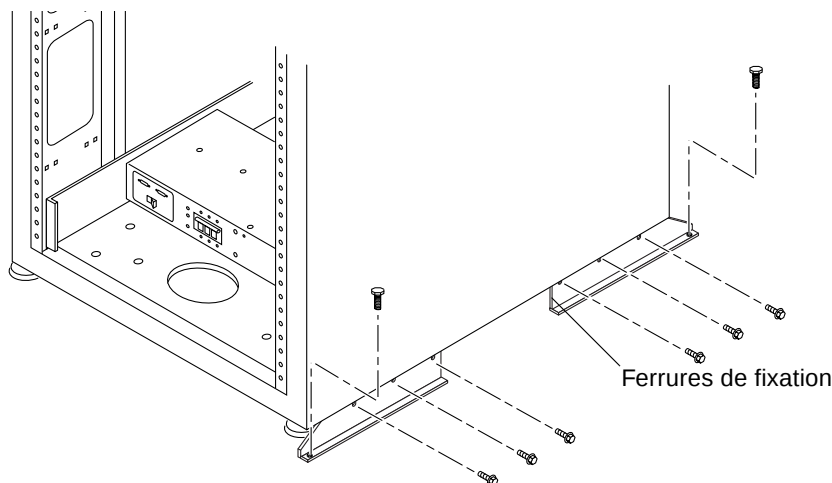

FIGURE 2-6 Vissage des ferrures de fixation
2. À l'aide d'une clé à cliquet 7/16 po, vissez les ferrures de fixation droites à l'avant et à l'arrière du système (FIGURE 2-6) avec les six vis de montage que vous venez de retirer.